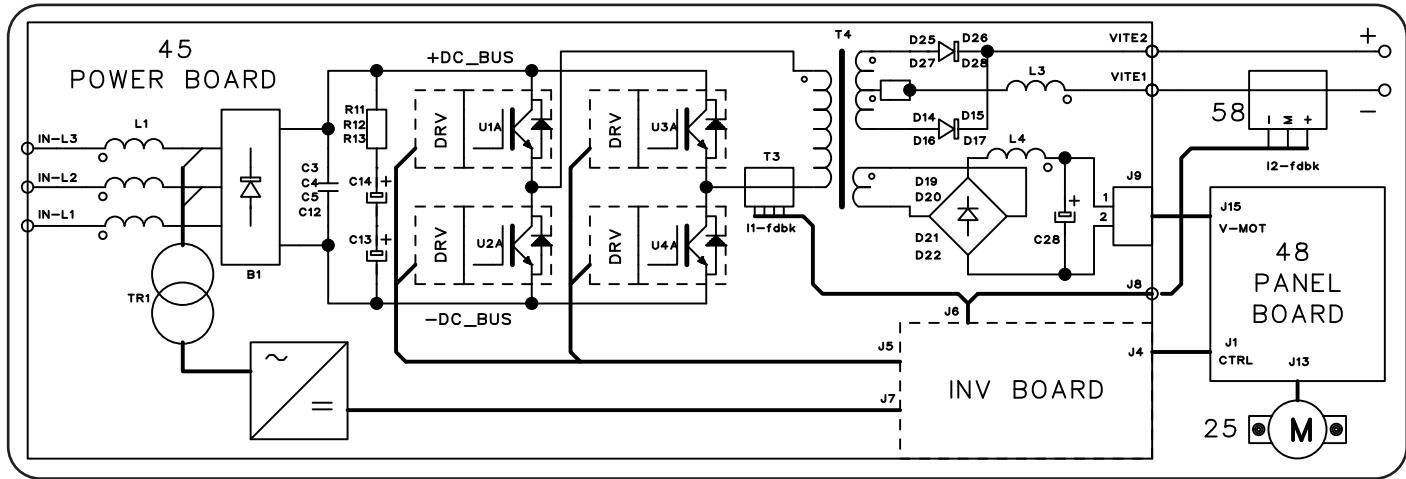

Fig. 2.3.1 (art. 323)
Más exactamente en la tarjeta potencia (45) se pueden identificar (Fig. 2.3.1, 2.3.2):
- el inverter de igbt, que genera la tensión alterna de onda cuadra para el transformador de potencia T4, montado en la tarjeta potencia (45);
- art. 323, ver Fig. 2.3.1 y Mapa conectores, par. 5.6: